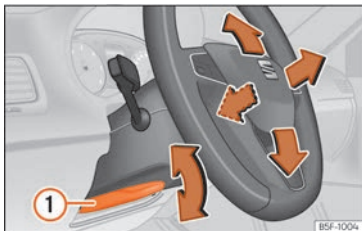

Abb. 5 Hebel auf der linken unteren Seite der Lenksäule.
• Ziehen Sie den Hebel » Abb. 5 ① nach unten, bringen Sie das Lenkrad in die gewünschte Position und schieben Sie den Hebel wieder nach oben, bis er seine Verriegelungsposition erreicht.
• Den Hebel » Abb. 5 ① nach dem Einstellen immer fest nach oben schwenken, damit das Lenkrad während der Fahrt nicht unbeabsichtigt seine Position verändert.